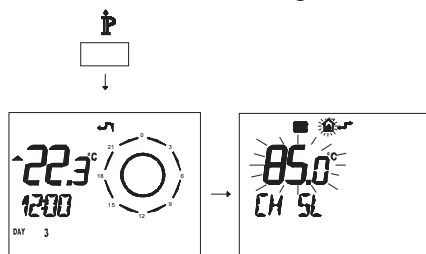

Figura 5.50
- Premere per più di 3 secondi il pulsante  per entrare in modalità **INFO** (Figura 5.50).